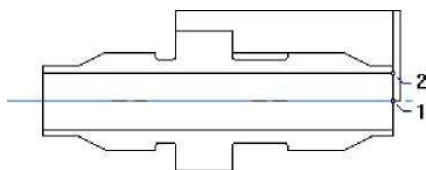

Рисунок 3.3 – Схема створення «ТО Сверлить/Торец»
2. Натисніть кнопку «X нач.» і вкажіть точку 1 (рис. 3.3).